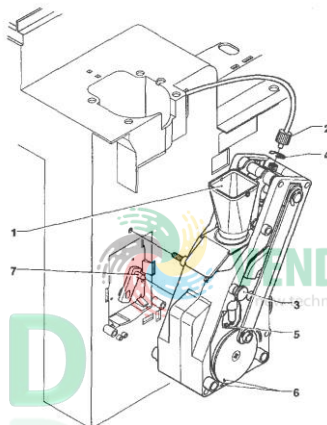

Рис. 24
- снимите тефлоновый шланг бойлера, который соединяется с верхним поршнем, следя за тем, чтобы не потерять уплотняющую прокладку (см. рис. 24);
- Снимите воронку для кофе (см. рис. 24);